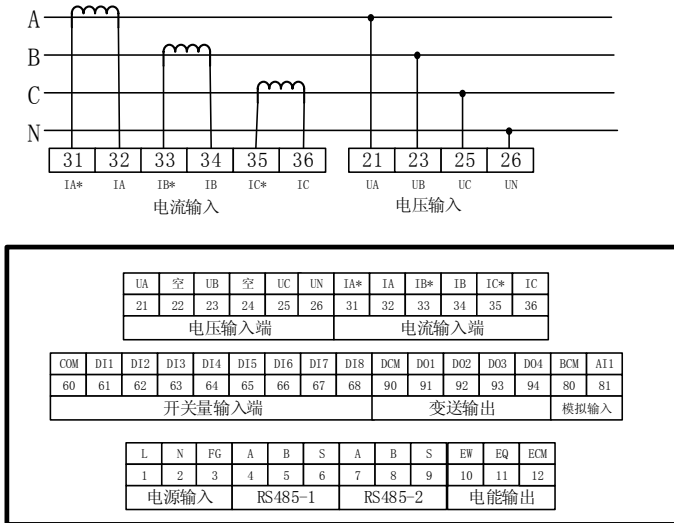
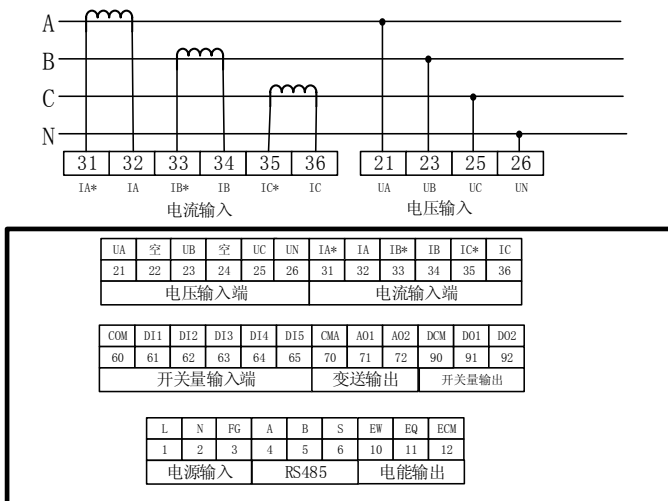

图5 96×96多功能电力仪表端子布置图2
图6 72×72多功能电力仪表端子布置图2
2) 基本电量测量+开关量输入+开关量输出 (见图 5, 图 6)
例如：下图 6 所示，第 1 层：INPT 信号输入；第 2 层：CT 电流变比；